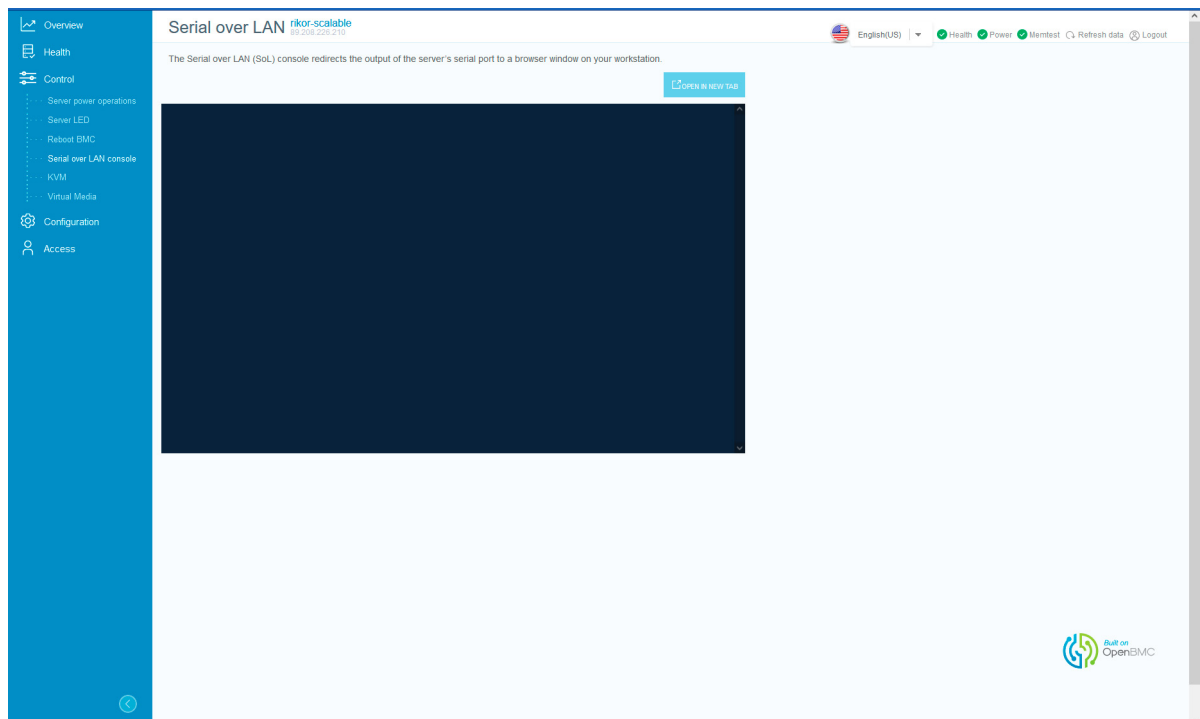

Рис. 71. Окно «Serial over LAN»
- 5) Пройдите во вкладку «Control» → «Serial over LAN» в данной вкладке осуществляется перенаправление выходных данных последовательного порта сервера в окно браузера вашей рабочей станции. Окно показано на рис. 71 Окно «Serial over LAN»